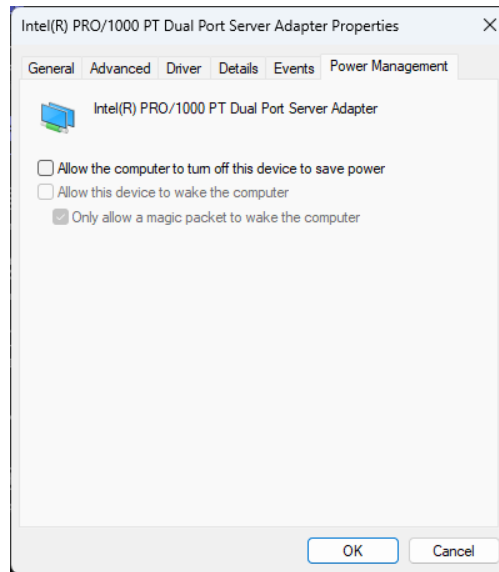

Figure 12: 网卡电源管理设置：应禁用设备关闭。
**电源管理** 面板可在 NIC 属性窗口的专用选项卡中访问（见图 12）。